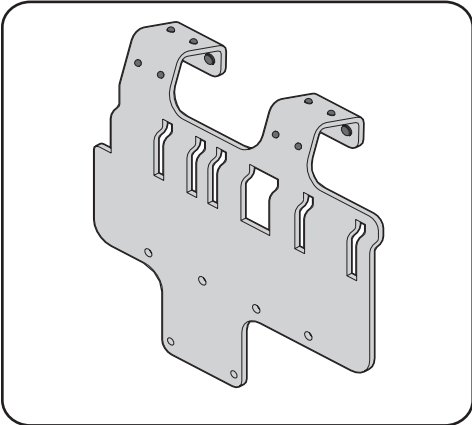

Figure 4-1
1. Installez douze tampons en caoutchouc (735-05938) dans le support de l'adaptateur (789-02277). Fixez-les solidement en utilisant les orifices de montage illustrés à la Figure 4-1.